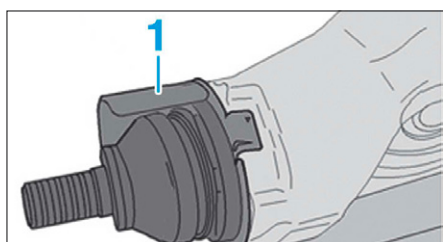

FIG. 17
- Déposer, à l'aide d'un tournevis, la tôle de protection (1) (Fig.17).